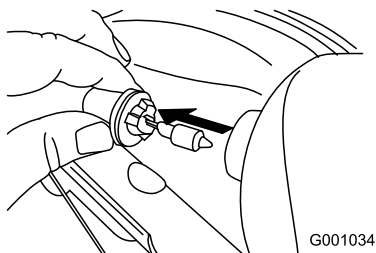

Figure 53
3. Sortez directement l'ampoule de l'arrière du phare (Figure 53).